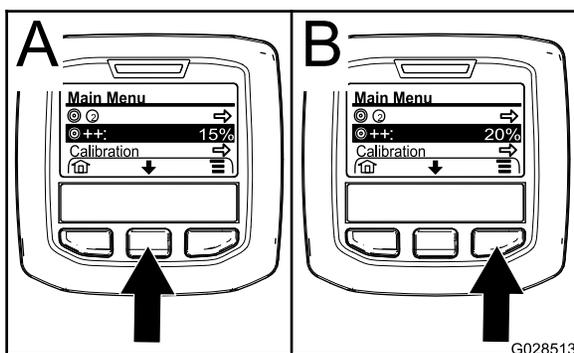

Рисунок 58
2. При необходимости, нажмите среднюю кнопку выбора, чтобы выделить функцию увеличения расхода распыления материала (Рисунок 58).
Примечание: Значок увеличения нормы распыления выглядит как два символа (+) справа от метки в виде «бычьего глаза» (Рисунок 58).
3. Нажмите правую кнопку выбора (Рисунок 58), чтобы увеличить степень увеличения нормы распыления материала приращением по 5% (максимум 20%).